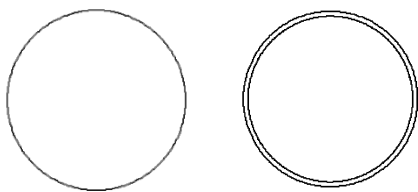

图 4-32 绘制桌面
2) 在功能区单击“默认”选项卡→“绘图”面板→“圆”按钮, 绘制餐桌的桌面, 半径为 900。单击“修改”面板→“偏移”按钮, 偏移距离为 50, 如图 4-32 所示。